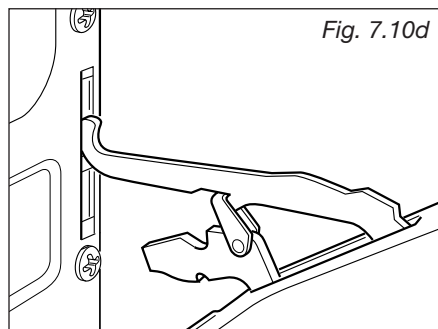

Fig. 7.10d
- A continuación, extraiga el pasador superior de su alojamiento (Fig. 7.10d).